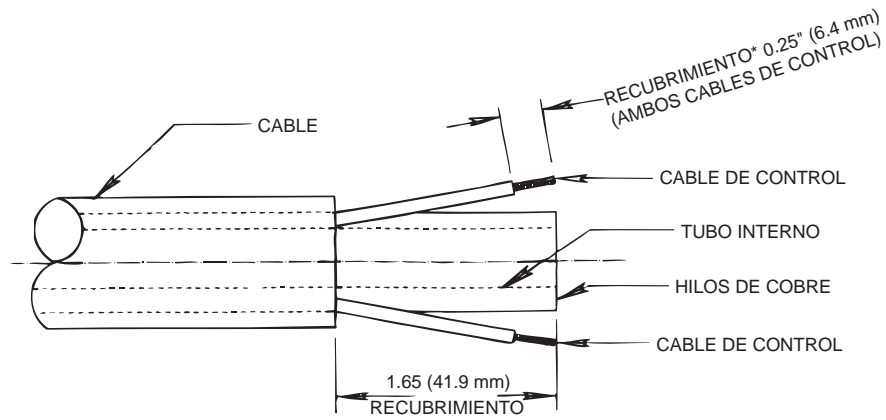

Figura 2
- f. Corte la sección dañada del cable y quite la cubierta externa como se muestra en la Figura 2. Tenga cuidado de no cortar el aislamiento en los cables de control mientras quita la cubierta. Pele las puntas de los cables de control rojo y blanco 6.4 mm (1/4 de pulgada) y conecte una nueva terminal S19492-2 a cada cable.
- e. Corte la sección dañada del cable y quite la cubierta externa como se muestra en la Figura 2. Tenga cuidado de no cortar el aislamiento en los cables de control mientras quita la cubierta. Pele las puntas de los cables de control rojo y blanco 6.4 mm (1/4 de pulgada) y conecte una nueva terminal S19492-1 a cada cable.